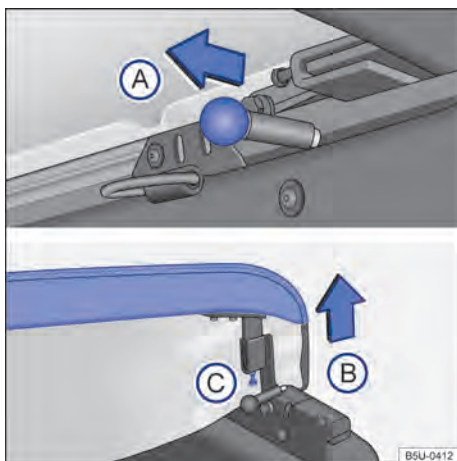
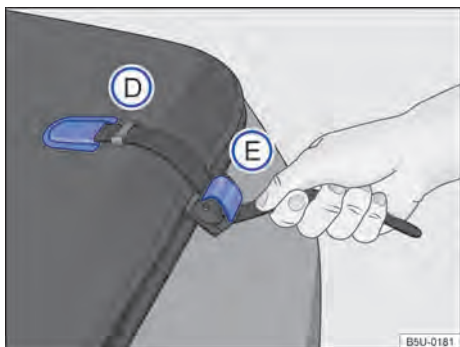

Fig. 50 Travas e parafuso de ajuste do esticamento da capota marítima. ▶
Fig. 51 Fixação da capota marítima.
- Deslocar o pino de travamento → Fig. 50 (A) no sentido da seta, em ambos os lados, simultaneamente.
- Levantar a extremidade da capota no sentido da seta (B).
- Para ajustar o esticamento, soltar a porca e apertar o parafuso ou soltar o parafuso (C), até atingir o esticamento desejado.
- Retirar a extremidade da cinta do alojamento → Fig. 51 (D), nas laterais da capota marítima, e forçar a cinta para baixo, para desbloquear a trava (E).
- Inserir a extremidade das cintas no alojamento (D), para facilitar o recolhimento da capota marítima.